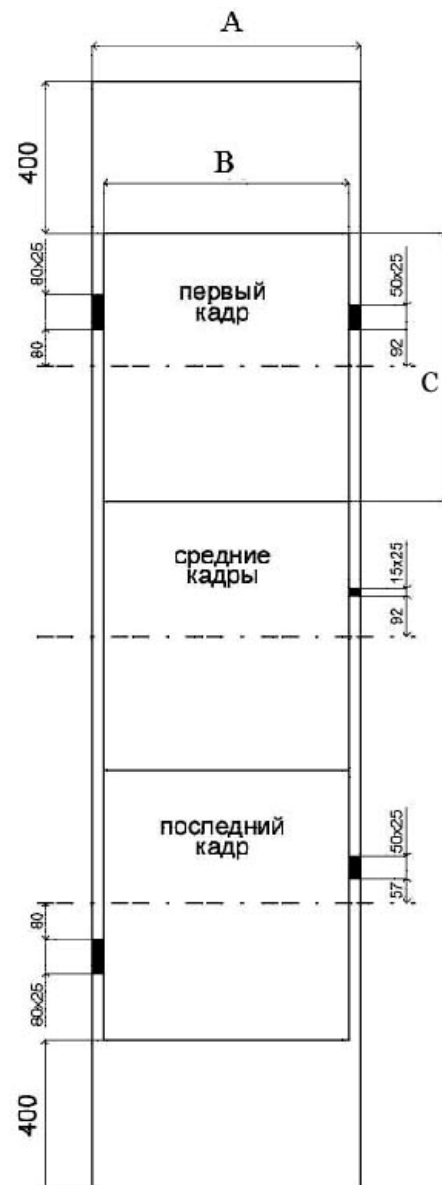

рис.1
Как показано на рис.1, динамический световой короб состоит из металлического корпуса и передней панели. Окно передней панели изготовлено из поликарбоната или акрила.
2. Налейка стикеров (фольги) на постер производится в следующем порядке. Установите верхний кадр, отметьте по краям центральную линию, согласно рис. 1, наклейте верхний концевой (слева) и кадровый (справа) стикеры. На средние кадры таким же образом клеится только кадровый стикер. На нижний кадр наклейте нижний концевой (слева) и кадровый (справа) стикеры.